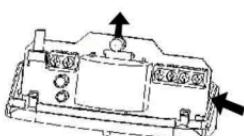

Рис. 3
2. Вставьте отвертку (с плоским шлицом) между платой и боковой стенкой основания, отожмите стенку основания и извлеките плату (рис. 3).